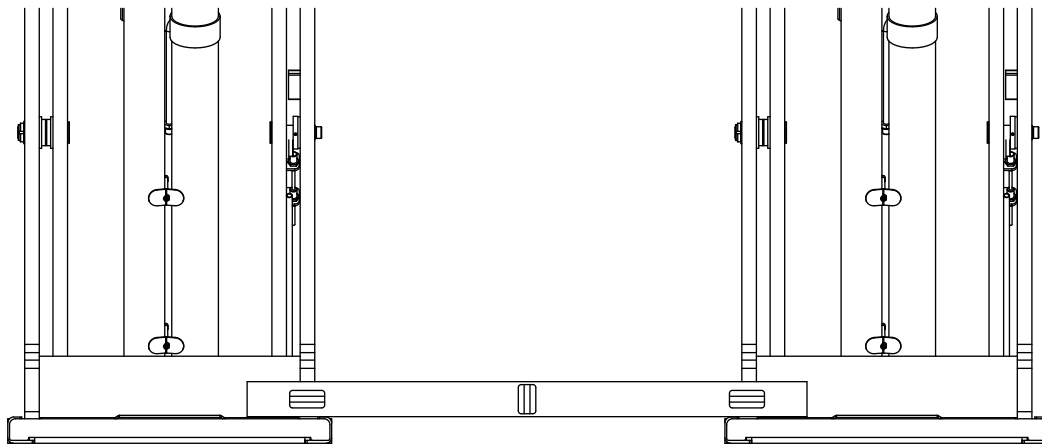

Fig. 8a
3. Vérifiez que les bases des plateformes soient au niveau entre elles, Fig. 8a.